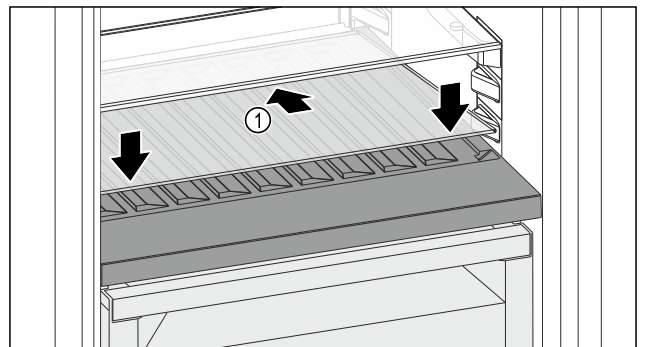

Fig. 146
- ▶ Glasplatte Fig. 146 (1) schräg und nach hinten unten geneigt ansetzen.
- ▶ Glasplatte Fig. 146 (1) vorne absenken.